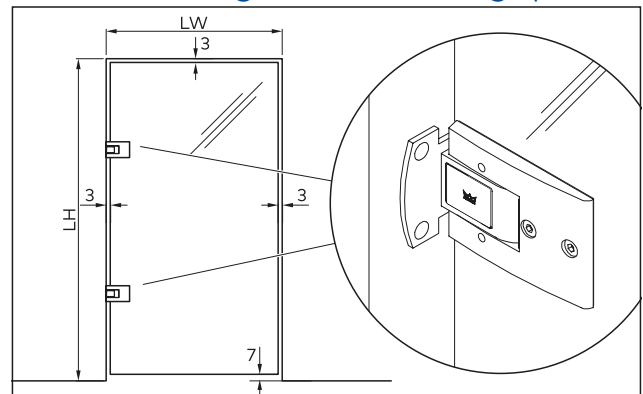

Abb. 5 Spaltmaße für Wandbefestigung mit aufliegender Montageplatte
1. Die Glastürflügel an der Montageposition auf Holzklötze o. Ä. aufstellen und lotrecht ausrichten. Die Spaltmaße beachten (siehe Abb. 5 auf S. 3)